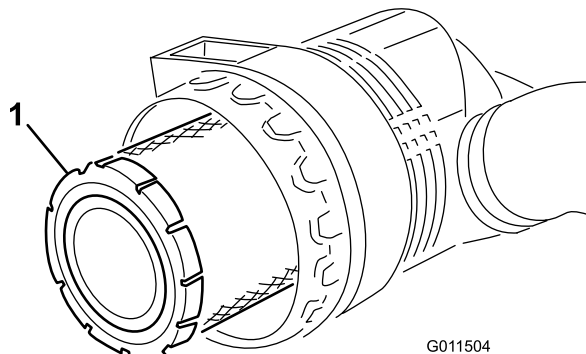

Figura 74
5. Retire y cambie el filtro primario (Figura 74).